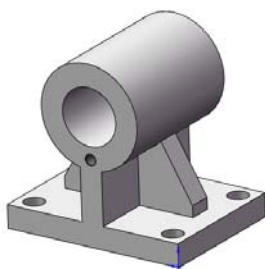

图 4-86 添加的螺纹孔
方向显示，结果如图 4-86 所示。
**32** 圆周阵列螺纹孔。在菜单栏中选择“工具”→“阵列/镜像”→“圆周阵列”命令，或者单击“特征”工具栏中的“圆周阵列”图标按钮，此时系统弹出如图 4-88 所示的“圆周阵列”属性管理器。在“阵列轴”一栏中，用光标选择图 4-87 中的临时轴 1；在“要阵列的特征”一栏中，用光标选择第 **29** 步添加的螺纹孔，即图 4-86 中的螺纹孔。按照图示进